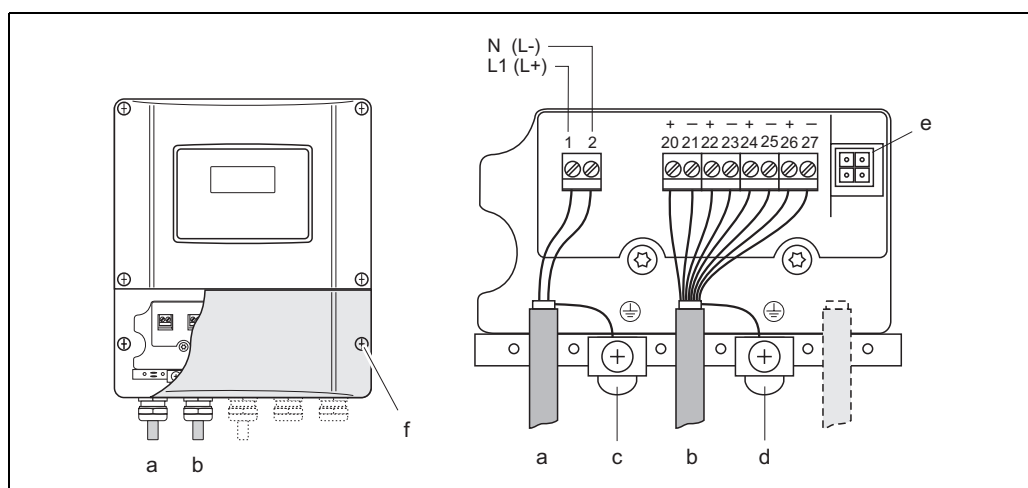

Fig. 20: Conectando o transmissor (suporte montado na parede); seção do cabo: máx. 2.5 mm²
- Diagrama do cabeamento (suporte montado na parede) → Fig. 20